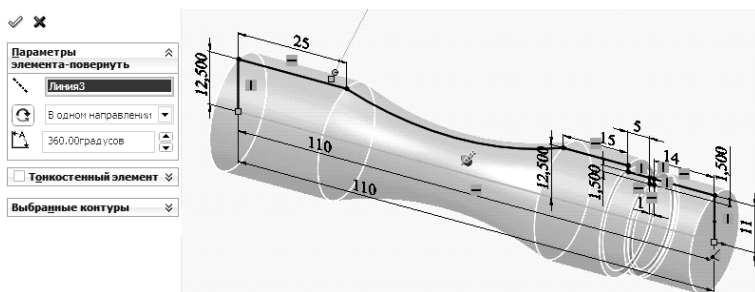

Рисунок 4.2
7. В PropertyManager у вікні **Параметры элемента–повернуть** → оберіть лінію основи профілю як напрямну → ОК (рис. 4.2).